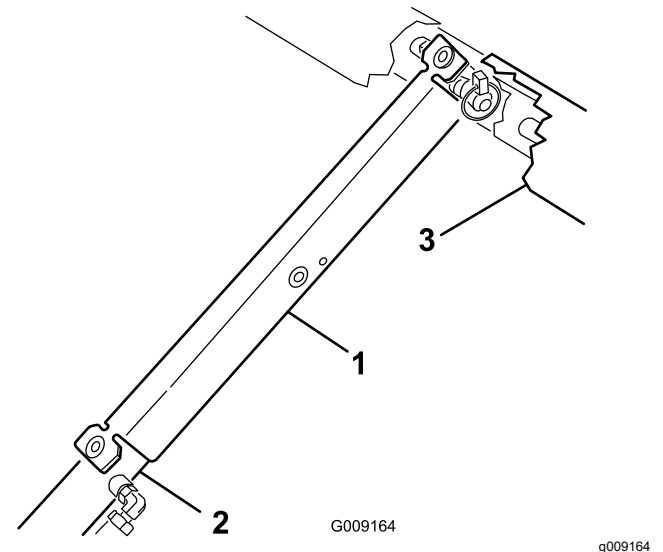

Figura 33
3. Spingete il supporto del pianale sull'asta del cilindro, assicurandovi che le alette all'estremità del supporto poggino sull'estremità della canna del cilindro e sull'estremità dell'asta del cilindro (Figura 33).